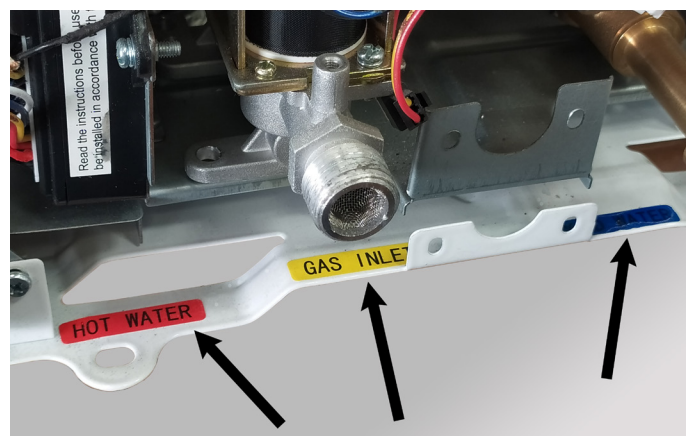

fig. 8 - Étiquettes des raccords
- Enlever les bouchons des raccords de l'eau et du gaz, voir fig. 8.